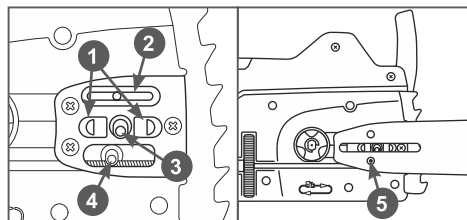

Рис. 4 Установка шины
- Установите шину центральным отверстием на шпильку 3 и направляющие выступы 1 так, чтобы палец 4 механизма натяжения попал в отверстие 5 на шине (Рис. 4).